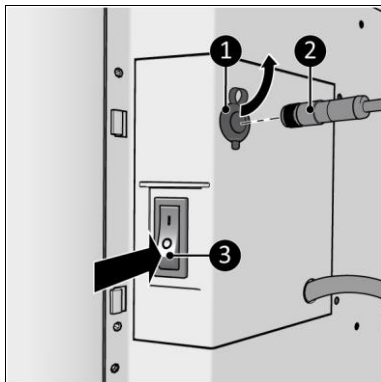

Figura 14
1. Asigurați-vă că întrerupătorul ON/OFF (PORNIT/OPRIT) se află în poziția OFF (OPRIT) (Figura 14, poz. 3).
2. Cuplați conectorul senzorului de temperatură (Figura 14, poz. 2) la mufa senzorului (Figura 14, poz. 1).